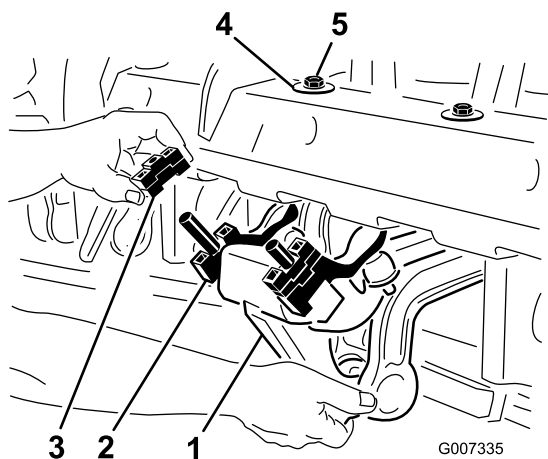

図 26
1. ロタリンクダンパ・アセンブリをコアリングヘッドのフレームの下側に固定している2個のロックナット ½ インチ を外す 図 26。
2. ダンパ・アセンブリを下げたスペーサが見えるようにする 図 26。
4. ロタリンクダンパ・アセンブリをコアリングヘッドのフレームに元通りに取り付ける。D形ワッシャを 図 26 のようにコアリングヘッドに取り付けるのを忘れないこと。ロックナット2個を固定する。